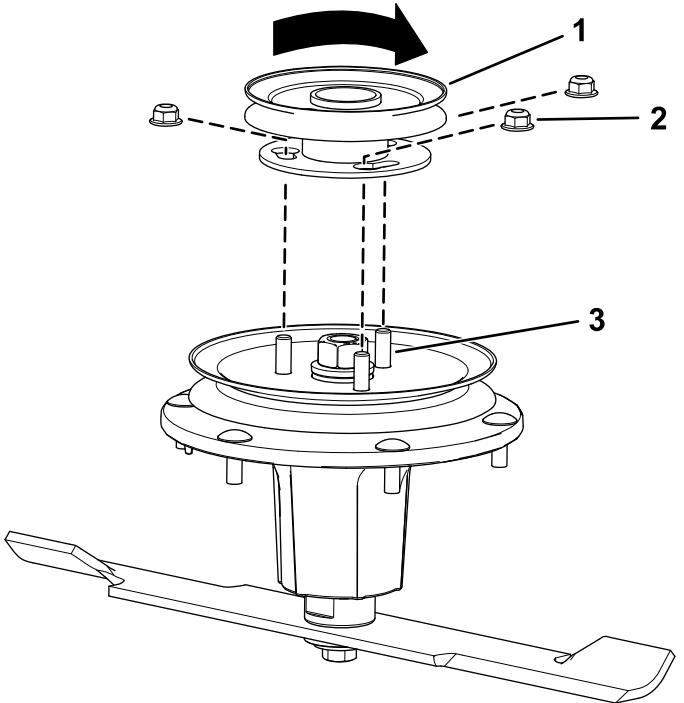

Figure 8
- Placez la nouvelle poulie de sorte à pouvoir engager ses ouvertures sur les goujons (Figure 8).
- Tournez la poulie pour la bloquer en position (Figure 8).
- Une fois la nouvelle poulie en position, serrez les écrous pour la fixer en place (Figure 8). Serrez les 3 écrous à un couple de 28 à 34 N·m (21 à 25 pi-lb).